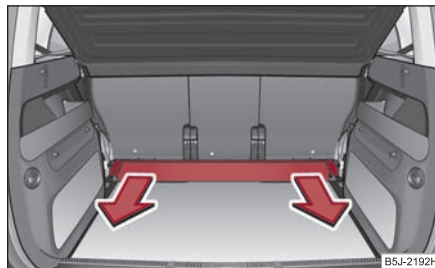

Fig. 86 Coffre à bagages:
- Attrapez la glissière de support transversale ⇒ page 78, fig. 86 et sortez-la en la tirant dans le sens de la flèche.